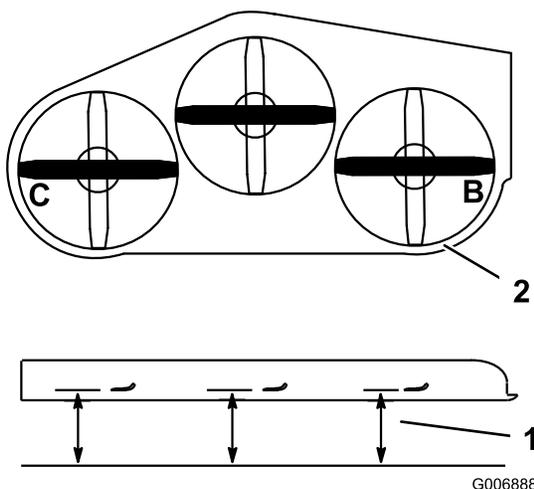

Рисунок 72
2. Измерьте высоту в точках **В** и **С** от горизонтальной поверхности до режущих кромок на концах ножей (Рисунок 72).